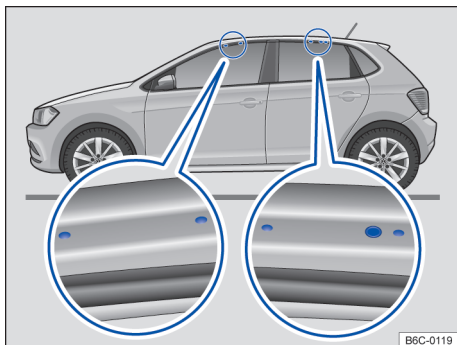

Fig. 121 Pontos de fixação dos suportes de base do bagageiro do teto (ambos os lados).
Os furos ou marcações dos pontos de fixação dos suportes de base ficam visíveis com a abertura das portas (dianteiras e traseiras) do veículo e encontram-se no lado nas vigas do teto → **Fig. 121** (lupa). Os furos ou marcações para fixação atrás encontram-se no lado inferior das vigas do teto → **Fig. 121** (lupa direita).
- Fixar os suportes de base somente nas marcações indicadas na figura → Fig. 121.